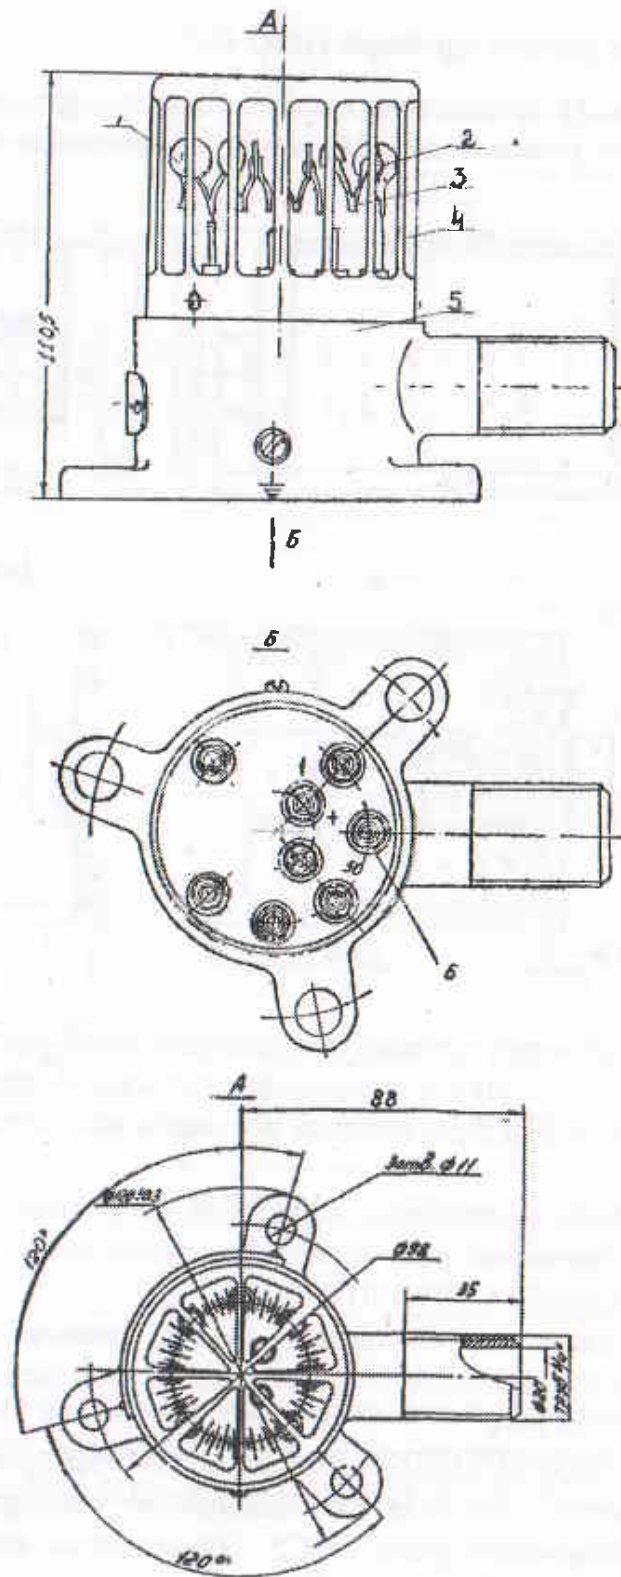

Рис.1 Извещатель ДПС-038
4.1.1. Извещатель ДПС-038 (рис.1) представляет собой термобатарей (1) которая состоит из хромель-копелевых термопар соединенных последовательно. Термобатарей подпаяна к штырям (6), которые закреплены на силуминовом основании (5). Штырь на внутренней стороне основания, обозначены цифрой „1” и знаком „+”, является положительным выводом термобатарей. Штырь, обозначенный цифрой „50”, является отрицательным выводом термобатарей. Для увеличения жесткости термобатарей припаяна до восьми штырям.